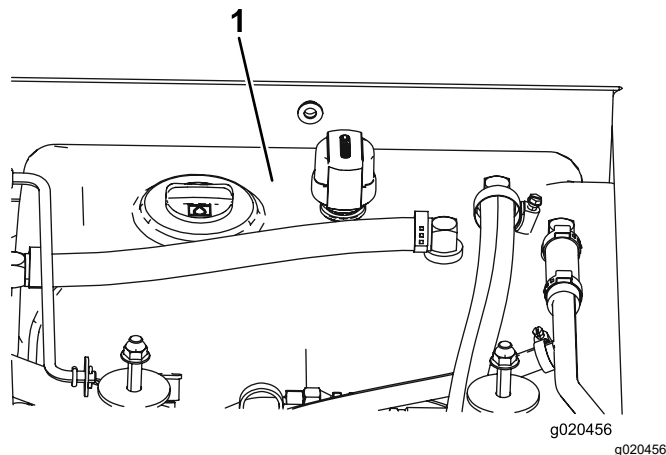

Figure 79
4. Remplissez le réservoir (Figure 79) de liquide hydraulique ; voir Liquides hydrauliques spécifiés \(page 68\).